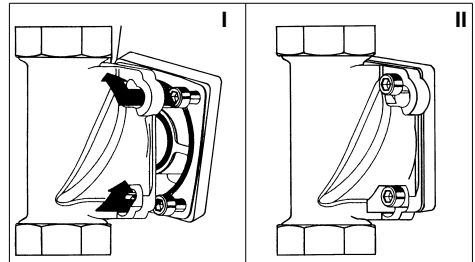

Abb. 4: Einbaudrehflansch mit Bajonett
- Die Köpfe der vier Flanschschrauben durch die Bajonettbohrungen am Einbaudrehflansch stecken (siehe Abb. 4 I).
- Den Magnetfilter im Uhrzeigersinn bis zum Anschlag drehen (siehe Abb. 4 II).